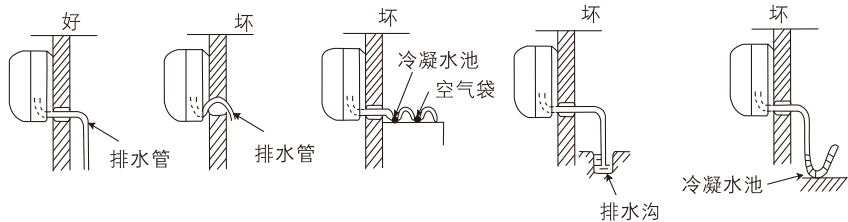

图 28
- (1) 用附件⑭排水管与室内机组的出水管连接起来。
- (2) 如要使冷凝水流得舒畅,排水管应倾斜少许,如图28所示。